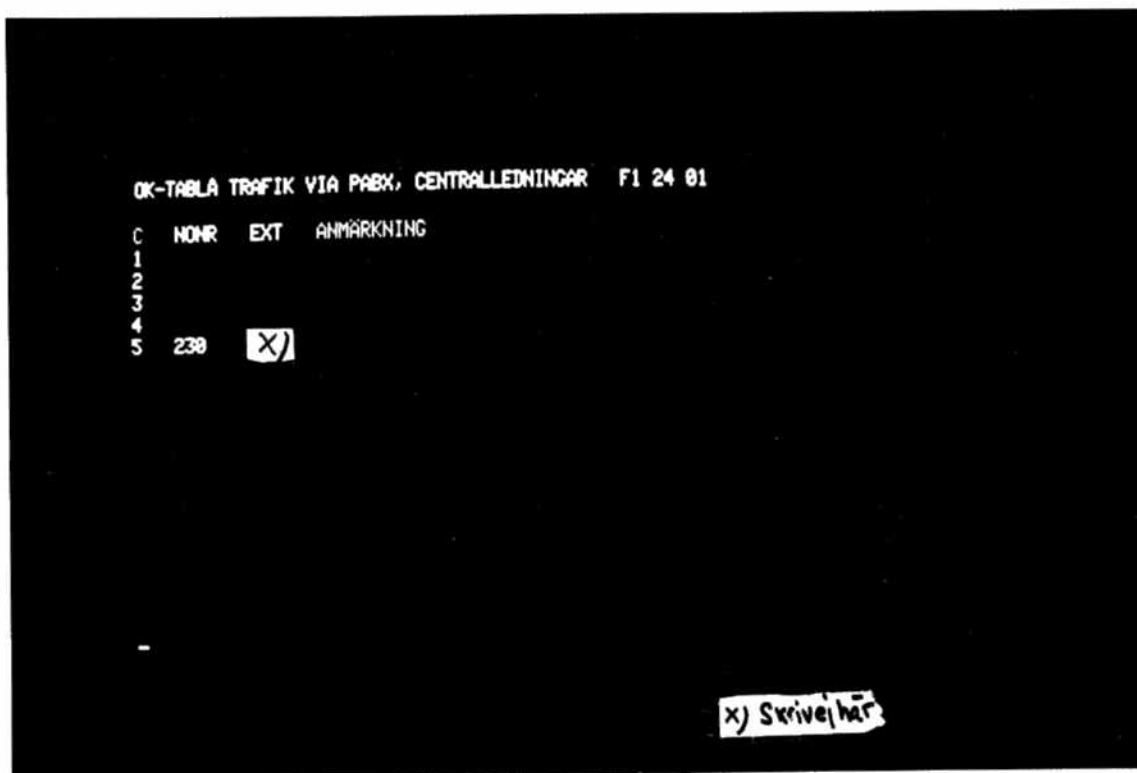

Bild 57.
- o Kalla upp tablå F1 24. Se bild 57. Skriv på rad nummer 5 i kolumn C in numret på anbefalld anknytning i telefonväxeln (PABX). Skriv in nummer 900 om anropet skall kopplas till PABX telefonist.